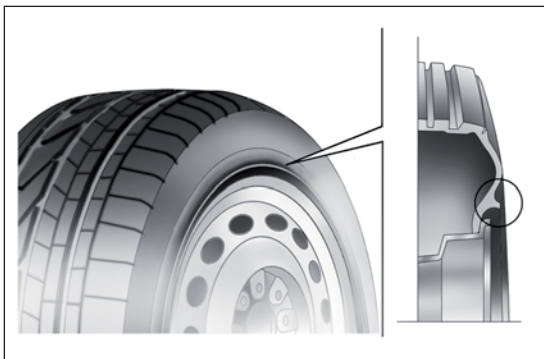

РИС. 177
*При использовании цельных колпаков колес с пружинным креплением к диску из стального листа и установленных в постпродажный период шин с защитой обода "Rim Protector" (РИС. 177), НЕ ставьте колпаки ступицы колеса. Использование неподходящих шин и колпаков может привести к неожиданной потере давления в шине.*